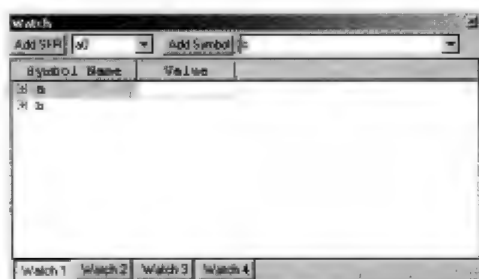

图 6-1 包含两个字符串的 Watch 窗口
(1) 利用 Project Build（生成工程）检查表生成该工程。
(2) 打开 Watch（观察）窗口（并将它固定在自己喜欢的位置）。
(3) 从符号选择框中选择变量 a 和 b，然后单击 Add Symbol 按钮将它们添加至 Watch 窗口（参见图 6-1）。